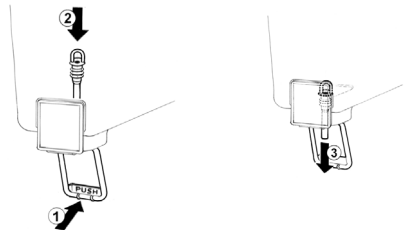

figura 4
2 **Grifo con tubo de goma:** empujar la palanca mando grifo (1) y insertar el tubo de goma de salida en su situación vertical en el fondo del contenedor (2). Tirar (3) ligeramente hacia abajo la extremidad del tubo de goma hasta ajustarlo completamente (ver figura 4).